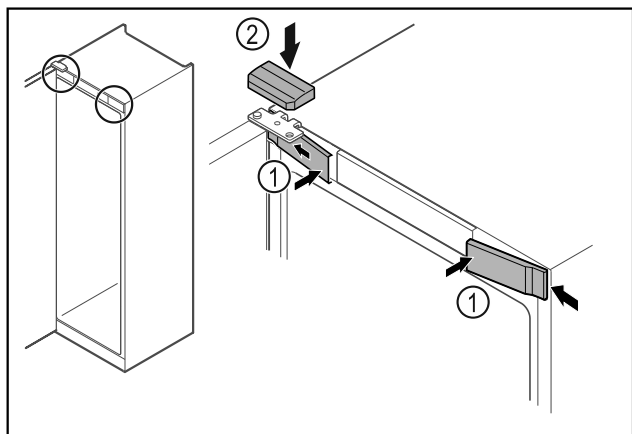

Fig. 68
- ▶ Bočno zakvačite prednje poklopce Fig. 68 (1) i uglavite ih.
- ▶ Uglavite gornji poklopac Fig. 68 (2) odozgo.